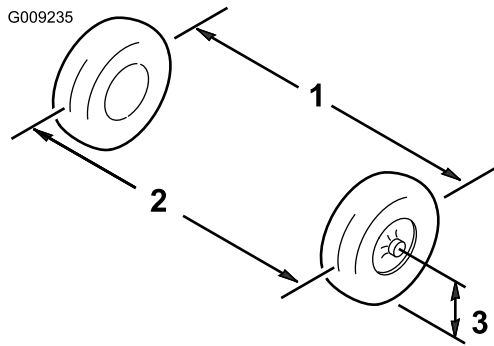

Bild 39
3. Messen Sie den Abstand zwischen beiden Vorderreifen auf Achshöhe (an der Vorder- und Rückseite der Vorderreifen) (Bild 39).